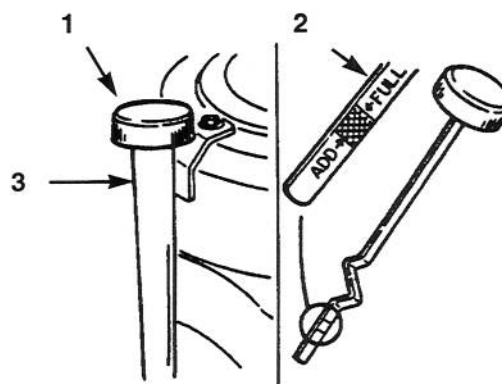

Figure 32
3. Nettoyer la surface autour de la jauge d'huile (Fig. 32) pour éliminer les saletés qui pourraient tomber dans le trou de remplissage et endommager le moteur.
4. Dévisser la jauge et essuyer la tige sur un chiffon propre (Fig. 32).
5. Revisser la jauge à fond dans le tube de remplissage (Fig. 32), puis la retirer à nouveau et vérifier le niveau sur la tige. Si le niveau est bas, verser doucement suffisamment d'huile dans le tube de remplissage pour atteindre la marque FULL (PLEIN).
6. Verser approx. 80% de la quantité d'huile spécifiée dans le tube de remplissage (Fig. 32), puis contrôler le niveau; se reporter à la section *Contrôle du niveau d'huile*.